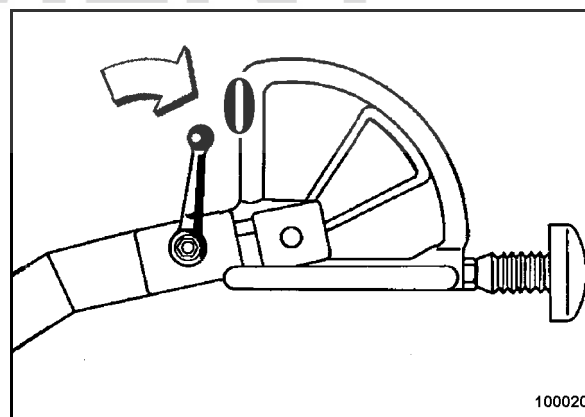

fig. 14
- Placer le levier de vibration (fig. 14) sur position "0".